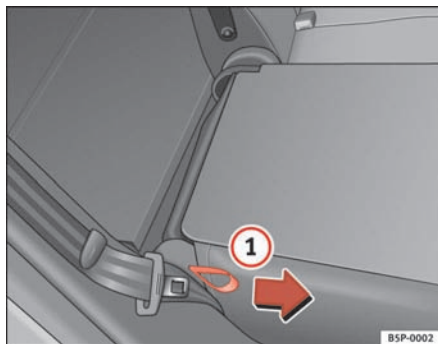

Fig. 100 Sådan klappes bagsæderyglænene frem eller tilbage
- Træk stroppen på siden af sædet ⇒ fig. 100 ① i pilens retning, og klap ryglænet tilbage, indtil det går i hak.